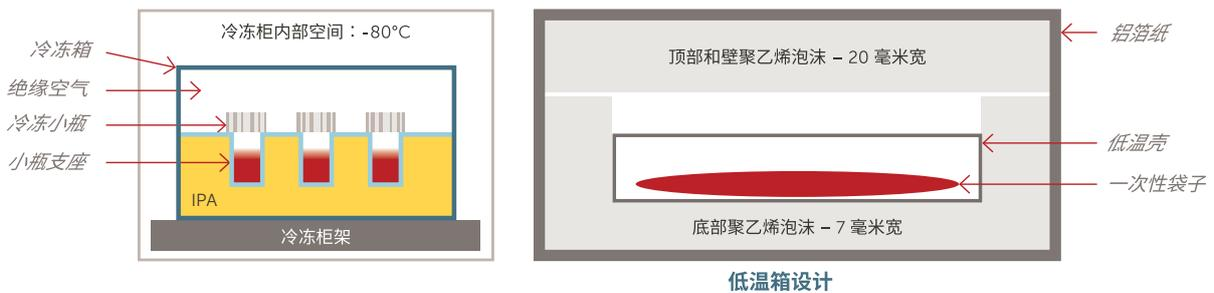

图 2. 用于冷冻 50 毫升袋的低温箱/低温壳组合。
然而,对于相对较小的袋子,当直接放在冷冻柜架上时,低温壳往往会过快地冷却培养细胞液。为了解这一问题,可以将低温壳封装在一个隔热的低温箱中,该低温箱具有与细胞冻存盒相似的热传导功能。低温箱(图 2)内衬有聚乙烯 (PE) 泡沫,而不是注入异丙醇 (IPA)。